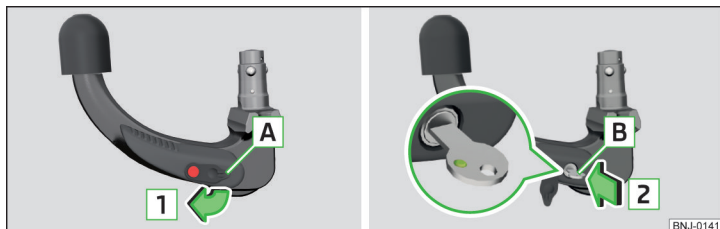

Fig. 151 Aftagning af kappe fra lås / Sådan sættes nøglen i låsen.
- Tag kappen **A** af låsen i pilens retning **1** » Fig. 151.